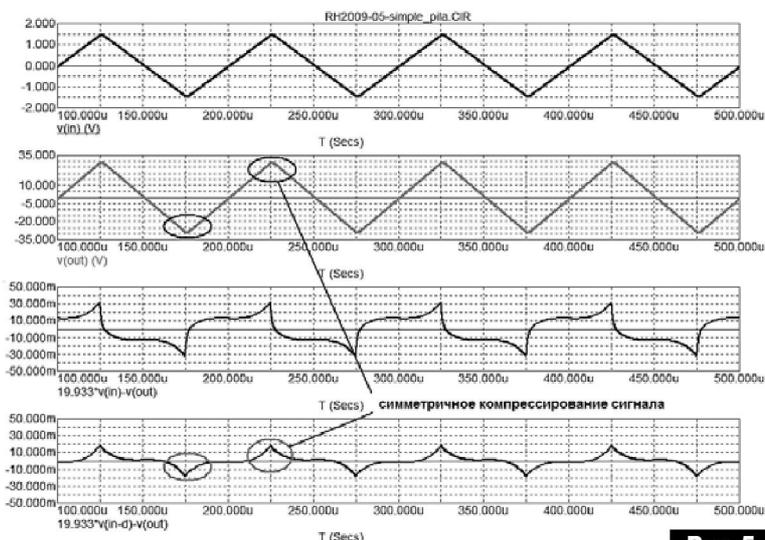
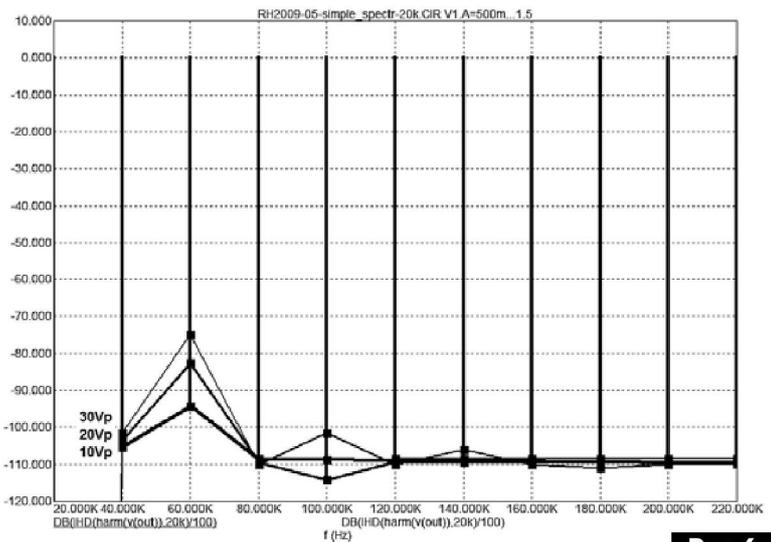

Рис. 5
Рис. 6
Проверим с помощью пилообразного сигнала уровень вносимых искажений, **рис. 5**. Сигнал частотой 10 кГц предварительно пропущен через фильтр НЧ с частотой среза 160 кГц. На третьем графике представлен результат вычитания выходного сигнала из приведенного по уровню к выходному входного. В идеальном случае был бы просто меандр амплитуда которого зависит от t_{PD} . Четвертый график представляет собой результат вычитания выходного сигнала из задержанного на время t_{PD} приведенного к выходному входного. Из этого графика видно, что на вершинах сигнала имеет место симметричное компрессирование сигнала. Чтобы в этом убедиться снимем спектр сигнала частотой 20 кГц (**рис. 6**).
Из **рис. 6** видно что высшие гармоники начиная с 4-й и выше имеют уровни ниже 100 дБ при лю-
1. В результате упрощения схемы УН снижен спектр высших гармоник примерно на 30 дБ (рис. 6).